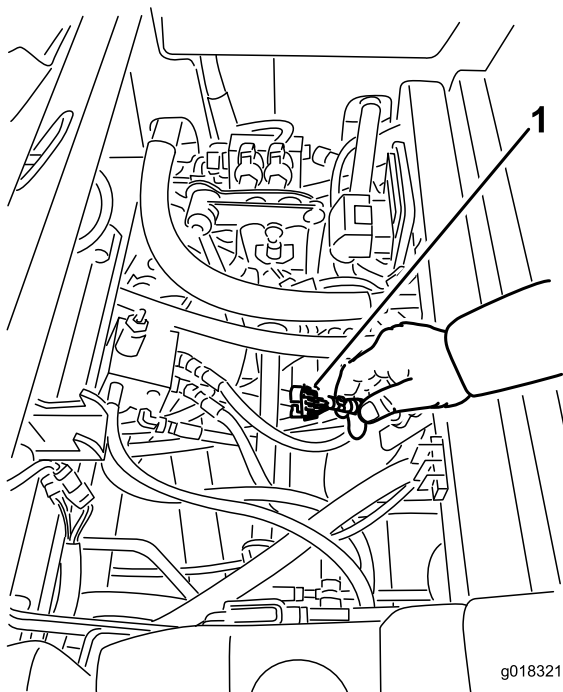

Figura 21
3. Localice el arnés de cables y los conectores, que están situados cerca del controlador (Figura 21).